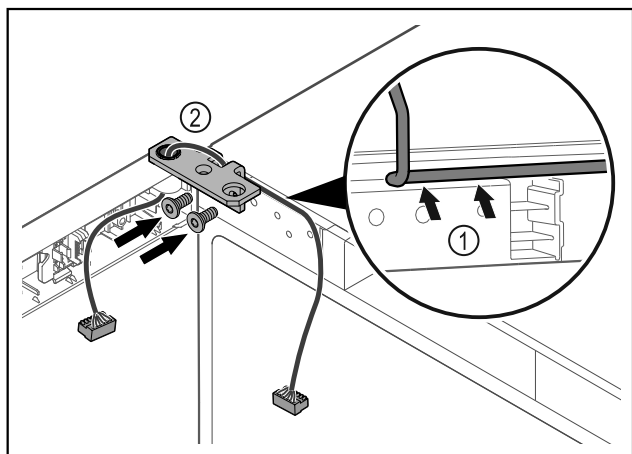

Fig. 48
- ▶ Ved'te kabel skrz vybrání úhelníku závěsu a opatrně jej položte Fig. 48 (1).
- ▶ Našroubujte úhelník závěsu Fig. 48 (2).